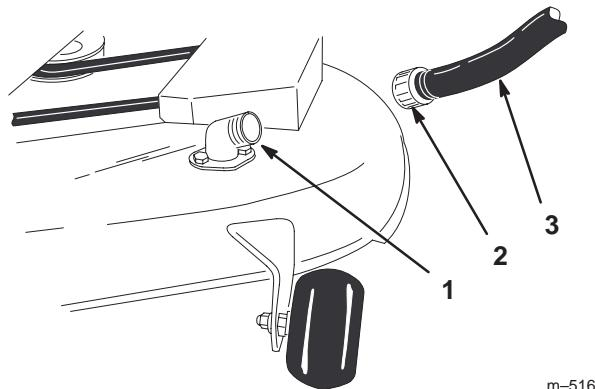

Figure 47
- Vissez l'accouplement du tuyau au raccord de lavage du carter de tondeuse et ouvrez l'eau en grand (Fig. 47).